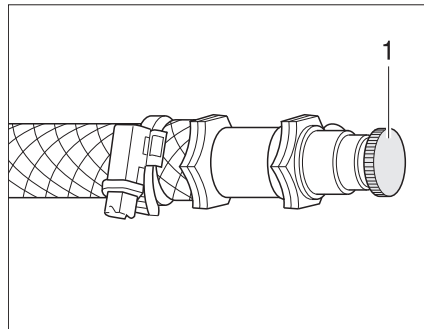

Bild 159 Entlüftungsventil Warmwasser-Heizung
- Das Entlüftungsventil (Bild 159,1) öffnen und geöffnet lassen, bis keine Luft mehr austritt.